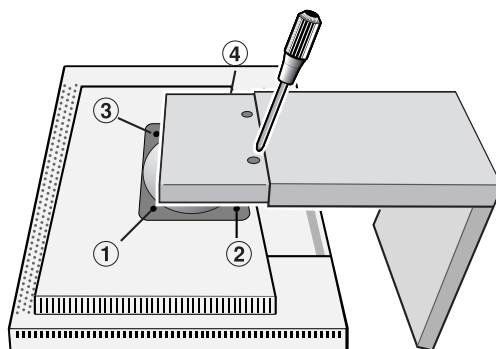

Figure S.2
4. Enlevez les quatre vis qui maintiennent le moniteur au support et soulevez l'ensemble support (Figure S.2). Vous pouvez maintenant monter autrement le moniteur.